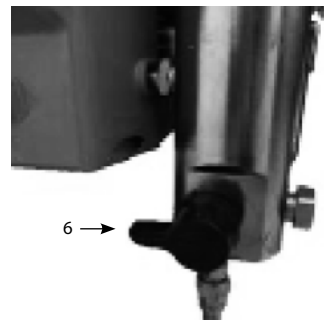

Рис. 13
4. Поверните кран заливки «6» (Рис. 13) вверх для закрытия дренажного клапана.